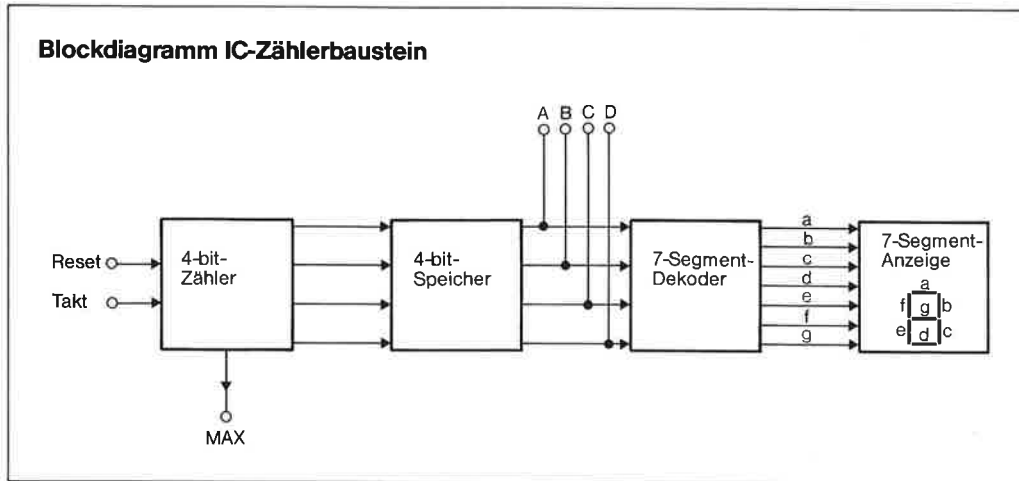

Abb. 56
Wir haben bereits erfahren, daß in unserem Zähler-IC annähernd 1000 elektronische Bauelemente miteinander verschaltet sind. Es ist einleuchtend, daß die Funktionen und das Zusammenwirken von z. B. über 350 Transistoren vereinfacht dargestellt werden muß. Eine erste Vereinfachung ergibt sich, indem wir die Transistoren zu einzelnen Gatter zusammenfassen. Den prinzipiellen Aufbau eines aus Transistoren geschalteten Nand-Gatters haben wir kennengelernt. Für einen störungsfreien Betrieb der Gatter unseres IC's werden jedoch nicht 2, sondern jeweils 4 Transistoren belegt. Unser IC beinhaltet 86 derartiger Gatter. Ein Schaltplan mit 86 Gatter ist nicht gerade übersichtlich, weil manche Gatter nicht nur 2, sondern teilweise auch 3, 4 und noch mehr Eingänge haben. Für uns ist es daher übersichtlicher, die Funktionen des Zähler-IC's in einzelne Funktionsblöcke aufzuteilen. Die Abb. 56 zeigt uns ein derartiges Blockdiagramm.
Das Ergebnis des 4-bit-Zählers wird einem 4-bit-Speicher zugeführt. Dieser besteht aus RS-Flipflops, welche von anderen Gattern gesteuert werden. Die Ausgänge des Speichers werden aus unserem IC herausgeführt. Wir haben diese als Ausgänge A, B, C und D kennengelernt. Zusätzlich sind diese Ausgänge mit einem sogenannten „7-Segment-Dekoder“ gekoppelt. Dieser „7-Segment-Dekoder“ hat die Aufgabe, den dualen bzw. binären-Zahlen-Code in 7 Signale umzuwandeln. Diese 7 Ausgangssignale werden der 7-Segment-Anzeige zugeführt (in Abb. 56 mit a-b-c-d-e-f-g bezeichnet). Die Wahrheitstabelle Abb. 57 zeigt, bei welchen Dual- bzw. Dezimal-Zahlen die einzelnen Segmente leuchten (Ziffer 1) bzw. nicht leuchten (0). Zur Dekodierung der Dual-Zahlen sind über 20 Gatter erforderlich.